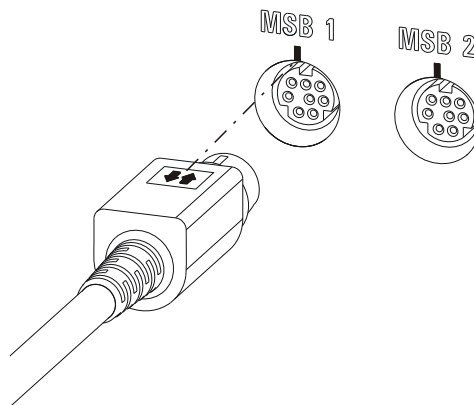

Abbildung 6 MSB-Anschluss
- Achten Sie beim Anschliessen darauf, dass der flache, mit Pfeilen markierte Teil des MSB-Steckers in Richtung der Markierung am MSB-Anschluss zeigt (*siehe Abbildung 6, Seite 18*).